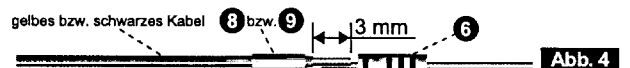

Abb. 4
- Beide aus dem Mast führenden Kabel erhalten noch je einen Widerstand: Beim schwarzen Kabel wird die Lötstelle mit dem gelben Schrumpfschlauch (9), und beim gelben Kabel mit weißem Schrumpfschlauch (8) isoliert. (Abb. 4)